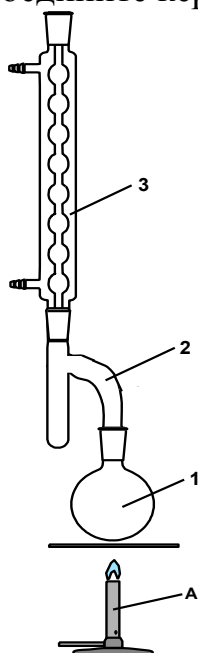

Рисунок 17 –
2. Установка для проведения синтеза представлена на схеме 1 (рис.17).